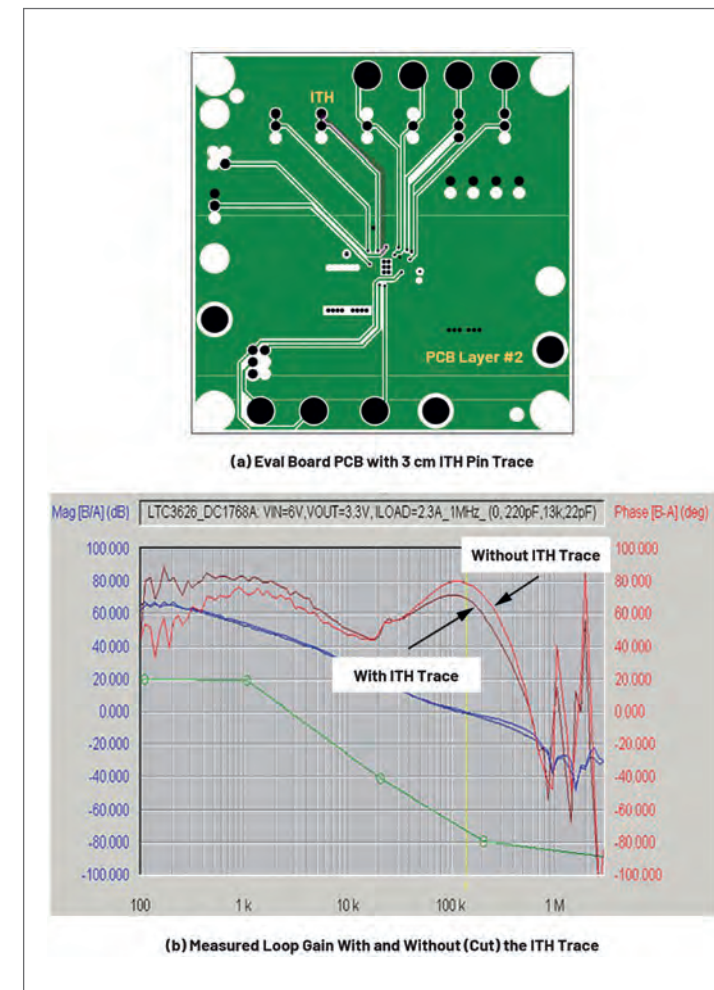

Figura 8. La capacitancia parásita de la pista de PCB del pin ITH de compensación (~ 10 pF) afecta a los gráficos de fase del bucle.
A veces, la inductancia o capacitancia parásita de la pista de la PCB también puede causar errores adicionales en los modelos de Bode de bucle. En la **figura 8** se muestra un ejemplo de una placa de demostración de un convertidor reductor buck. Una pista de PCB de 3 cm de largo y 10 milésimas de pulgada del pin ITH de compensación puede tener una capacitancia parásita de 10 pF a tierra. Como resultado, provoca una caída notable del margen de fase de $\sim 10^\circ$. Del mismo modo, hay que tener en cuenta que la capacitancia parásita del pin de realimentación de alimentación (FB) puede provocar el mismo efecto.